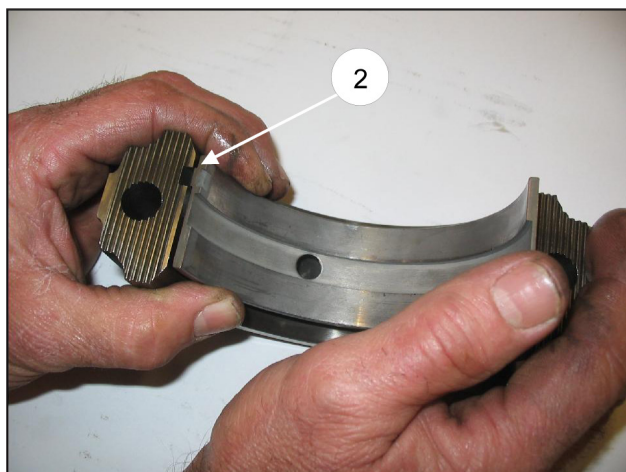

Fig. 6/a
Antes de ensamblar los vástagos guía del pistón en aquellos casos en los que hayan sido desmontados, comprobar que las juntas tóricas estén colocadas correctamente (pos. ①, Fig. 6/b); si es necesario, sustituir las.